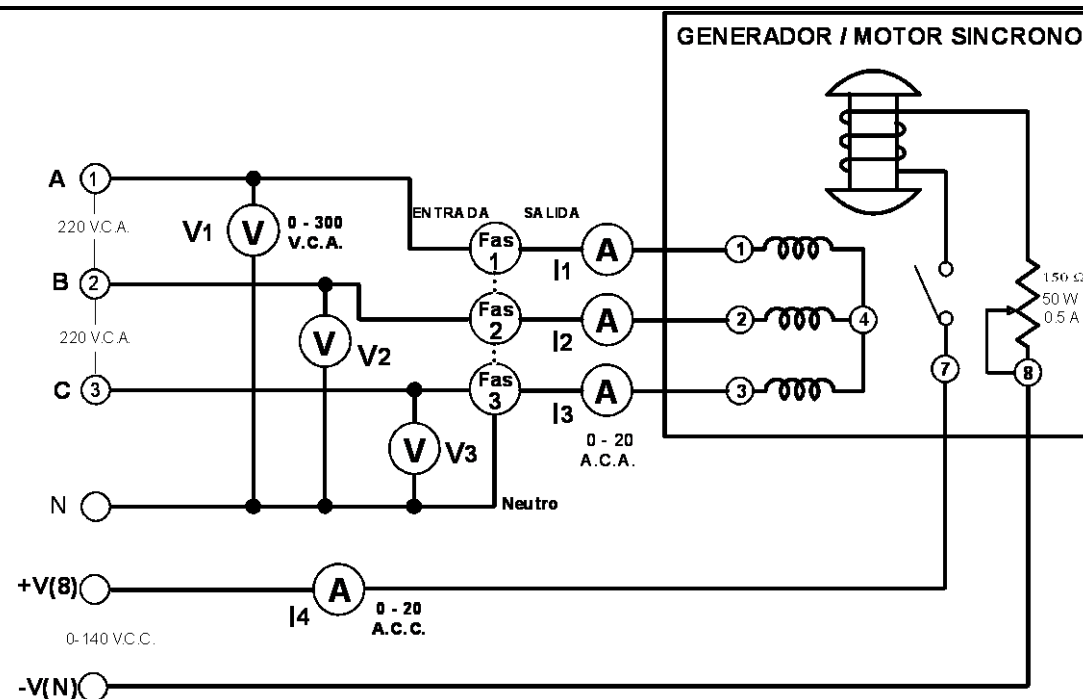

Fig. A12-2
- 1.- Conecte el circuito de la figura A12-2, utilizando el generador/motor síncrono, fuente de alimentación e instrumentos de medición del panel. Observe que los devanados del estator están conectados, a través de los ampérmetros y fasímetros, a la salida fija de 220 V.,  $3\phi$  de la fuente de alimentación, terminales **A(1)**, **B(2)**, **C(3)**. El devanado de rotor está conectado, a través del ampérmetro de c.c., a la salida variable de 0-140 V.c.c. de la fuente de alimentación, terminales **+V(8)** y **-V(N)**. La perilla de control de tensión debe estar en cero.